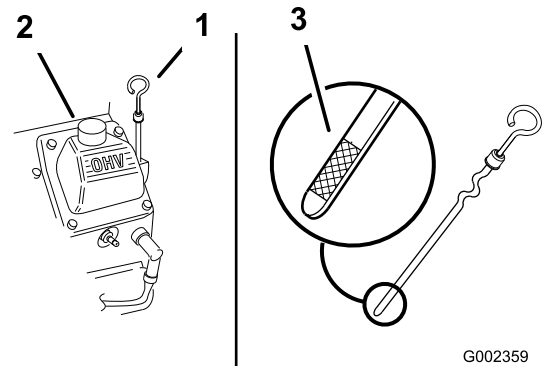

Bild 20
3. Reinigen Sie den Bereich um den Ölpeilstab (Bild 20), damit kein Schmutz in den Einfüllstutzen gelangen und den Motor beschädigen kann.
4. Schrauben Sie den Ölpeilstab heraus und wischen Sie das Metallende ab (Bild 20).
5. Schieben Sie den Ölpeilstab vollständig in das Einfüllrohr (nicht in das Rohr einschrauben) (Bild 20).
6. Gießen Sie ca. 80 % der angegebenen Ölmenge langsam in den Einfüllstutzen (**Bild 20**).